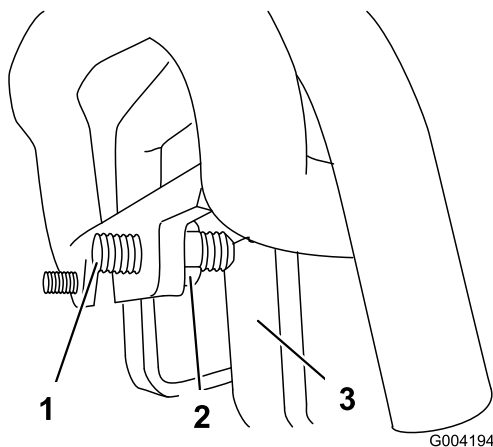

Figura 57
3. Se a unidade de tração desviar para a **esquerda**, desaperte a porca de bloqueio **direita** e ajuste o parafuso de afinação do acompanhamento na frente do controlo de tração (Figura 57).
4. Se a unidade de tração desviar para a **direita**, desaperte a porca de bloqueio **esquerda** e ajuste o parafuso de afinação do acompanhamento na frente do controlo de tração (Figura 57).